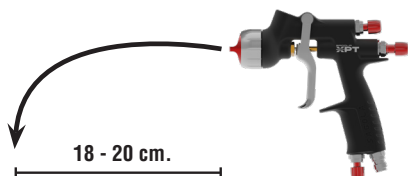

Fig.04
• **Mudança de sede da válvula de ar:** Para desmontagem de sede da válvula de ar; desmonte o tapon de mola, retirando a mola e a agulha de producto. (ver Fig.01 e 02). Com uma Chave Allen de 9 mm. desmonte a caixa guia, retirando a mola cônica e a válvula (ver Fig.04, 05 e 06).